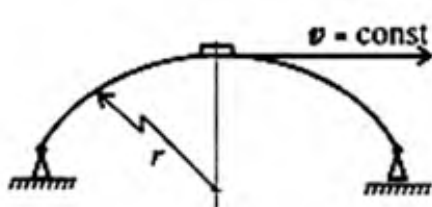

Рисунок 10
7. Автомобиль въезжает на арочный мост с постоянной скоростью  $v$  (рис. 10). Нанесите силы, действующие на автомобиль в середине моста, используя принцип кинетостатики, запишите уравнения равновесия.